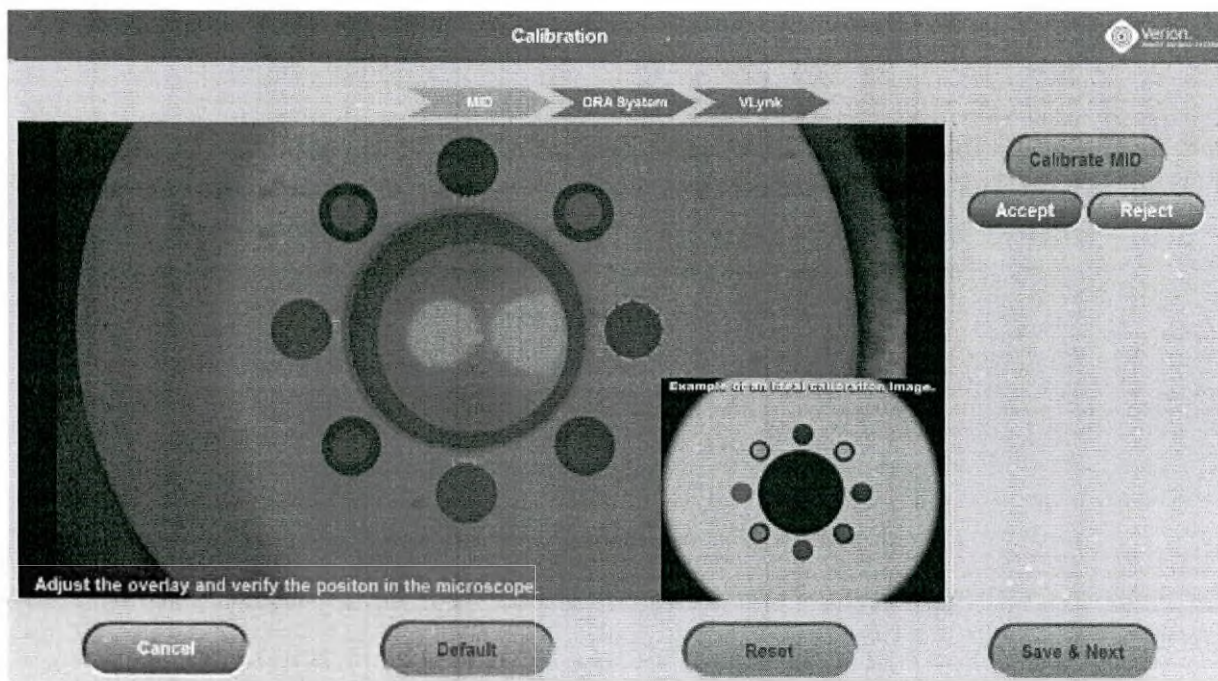

Рисунок 133. Этап 2 калибровки
- Если все правильно отмасштабировано и задано, нажмите кнопку **Calibrate MID** (Калибровка MID). Изображение на экране цифрового интерфейса M совмещено с изображением с микроскопа. Отображается наложение запланированной ориентации пациента — Head (Голова), Left (Левый), Feet (Ноги) и Right (Правый) (Рисунок 133).